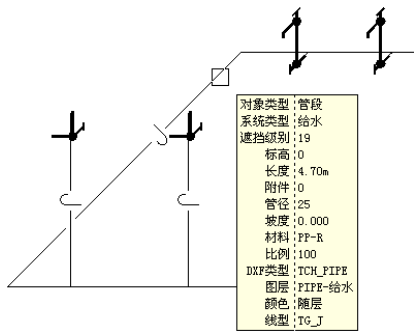

图 11-1 对象查询
调用对象查询命令，可以随着光标的移动，在指定的图形对象上动态显示其信息；单击对象，可对对象进行编辑操作。如图 11-1 所示为对象查询命令的操作结果。对象查询命令的执行方式有：
下面以图 11-1 所示的对象查询结果为例，介绍调用对象查询命令的方法。
**02** 单击“绘图工具”→“对象查询”命令，将光标置于待查询的图形对象上，即可动态显示该图形的信息，结果如图 11-1 所示。